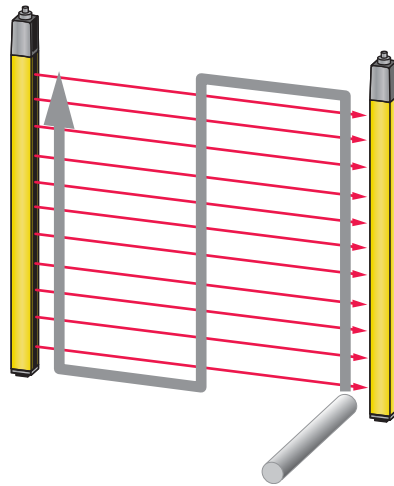

Bild 9.1: Prüfen der Schutzfeldfunktion mit Prüfstab (nur für Sicherheits-Lichtvorhänge mit einer Auflösung von 14 ... 40 mm)
↪ Unterbrechen Sie einen aktiven Lichtstrahl mit einem dafür vorgesehenen Testkörper bei laufendem Betrieb (siehe Bild 9.1). Wird die Gefahr bringende Bewegung umgehend stillgesetzt?
- ↪ Unterbrechen Sie alle Lichtstrahlen in verschiedenen Abständen von Sender und Empfänger mit dem Prüfstab von einem Standpunkt außerhalb des Gefahrenbereichs (siehe Bild 9.1) und stellen Sie sicher, dass die Maschine bei unterbrochenem Lichtstrahl nicht gestartet werden kann.